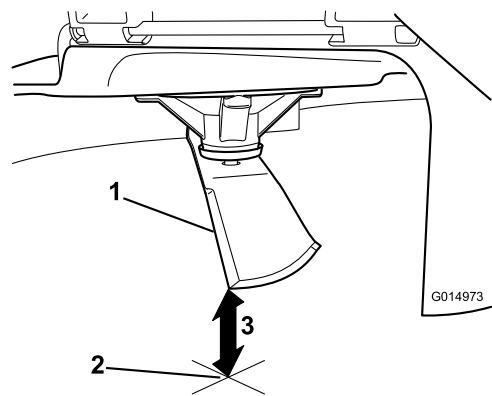

Bild 60
3. Messen Sie von der Messerspitze bis zu ebenen Fläche (Bild 60).